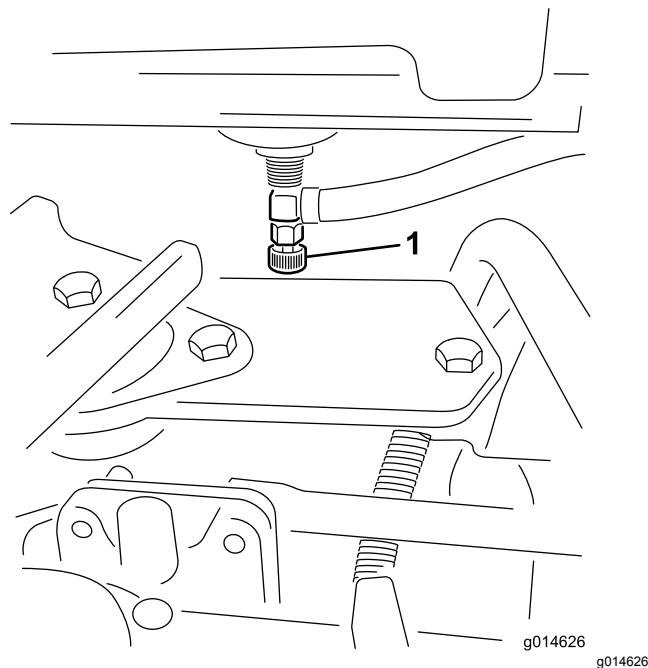

Figura 41
1. Chiudete la valvola di intercettazione del carburante (Figura 41) sotto il serbatoio del carburante.